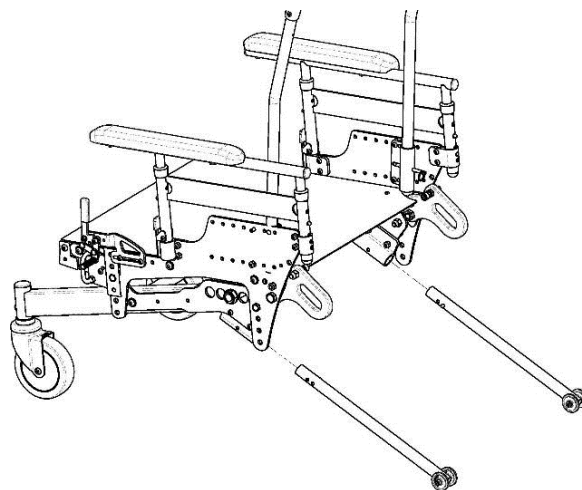

Fig. 13 Montering av tippskydd.
2. Skjut in tippskydd i mottagaren (fig. 13) tills det låses på plats.